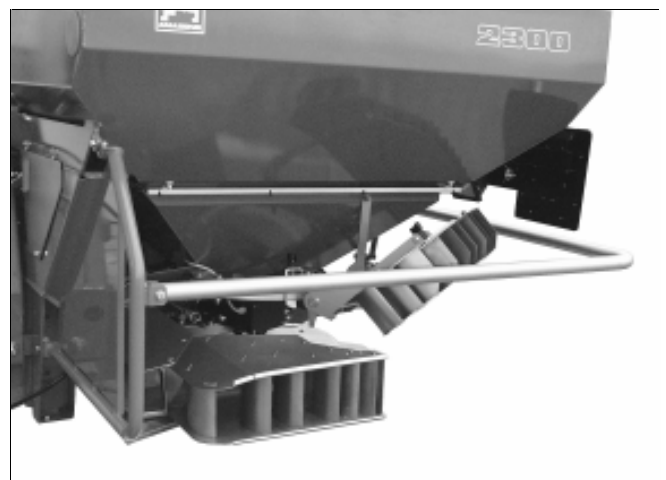

Fig. 24
- Na het kantstrooien het grensstrooischerf hydraulisch opklappen (Fig. 24) en weer normaal gaan strooien.